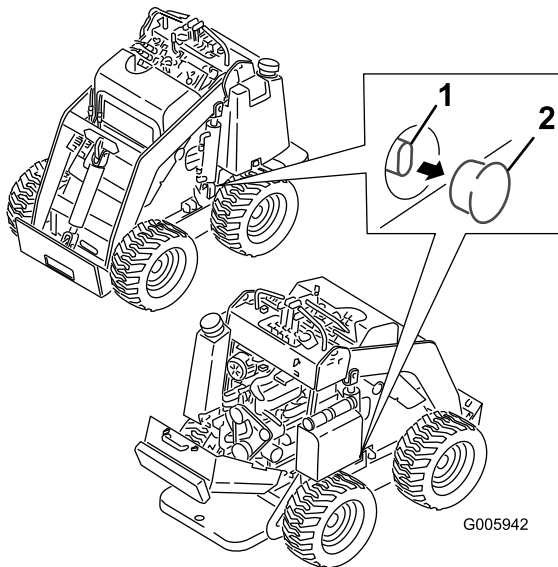

Bild 19
2. Nehmen Sie unter jedem Kraftstofftank die Stopfen ab, mit denen die Schleppventile abgedeckt sind (Bild 19).